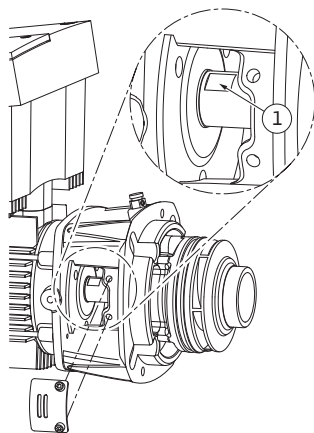

Fig. 51: Cheie fixată pe arbore
24. La montajul rotorului hidraulic introduceți o cheie fixă, deschidere optimă a cheii 22 mm, în fereastra piesei intermediare și fixați arborele cu cheia (Fig. 51, Poz. 1).